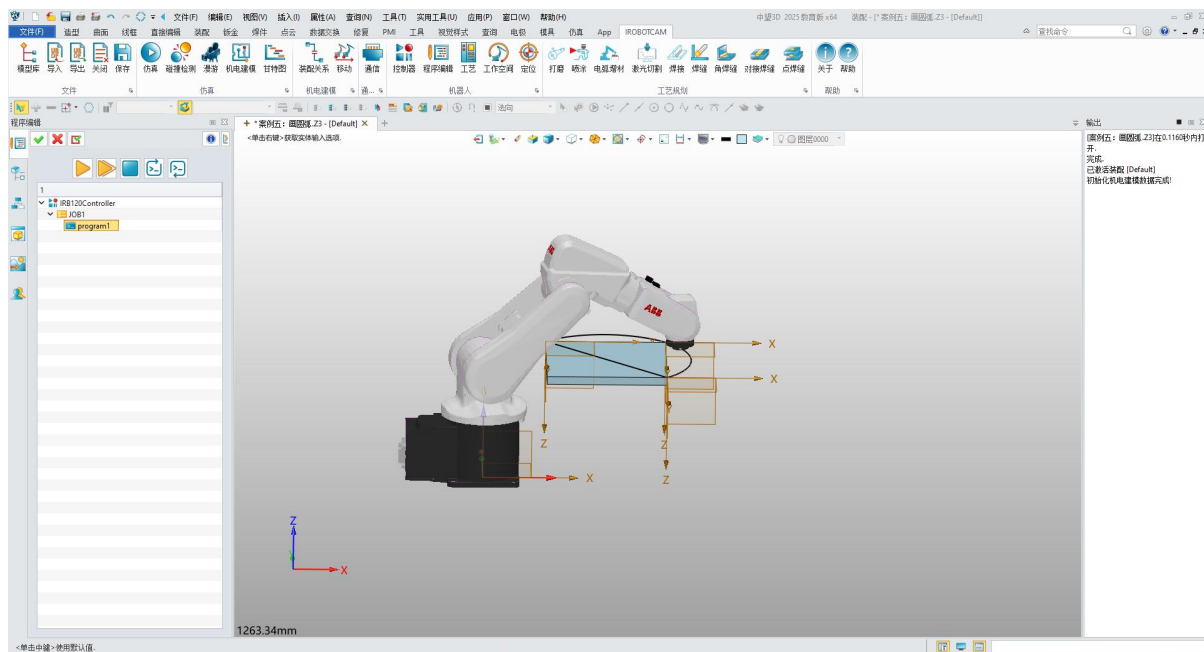

图 9-16: 仿真实验
- **分析运动:** 在仿真过程中观察机器人的运动, 并将其与期望的结果进行比较。密切关注机器人的路径、速度和整体行为。(图 9-16)